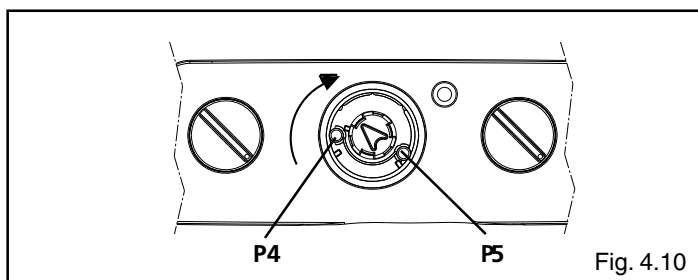

Fig. 4.10
- Ruotare in senso antiorario il trimmer P5 fino a raggiungere il valore minimo (fig.4.10)